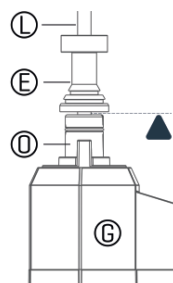

Figure 6
Lors de l'utilisation avec des banques de triggers GEWA, la cymbale supérieure doit être placée à une hauteur telle qu'elle empêche l'amortisseur du Tilter (E) d'exercer une pression vers le bas sur l'axe du contrôleur (O). Consultez la *Figure 6* pour établir une comparaison.
- 3 Après l'étape 2, l'amortisseur du Tilter (E) doit être en contact avec le contrôleur du Charleston du support mobile (O), sans exercer aucune pression vers le bas sur l'axe (voir la *Figure 6*). Ceci correspond à un espacement minimum de la cymbale (S) d'environ 19 mm (3/4").